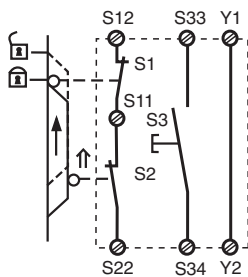

Fig. 5: Control de puerta de protección 2 / Comando porta di protezione 2 / Hekbesturing 2
- Control de puerta de protección 2 (Fig. 5)
- Comando per porta di protezione 2 (fig. 5)
- Heksturing 2 (afb. 5)